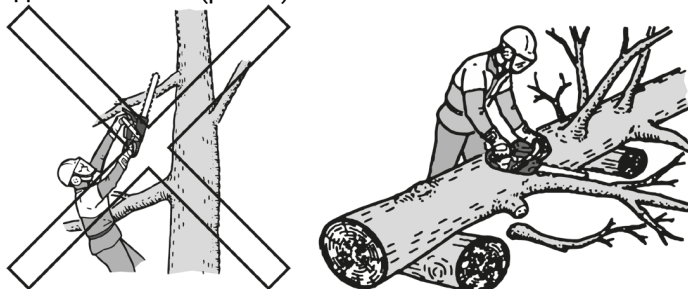

Рисунок 7. Схема обрізання малих гілок.
5.3.3.1 Обрізання малих гілок здійснювати тільки на поваленому дереві згідно зі схемою (рис. 7).